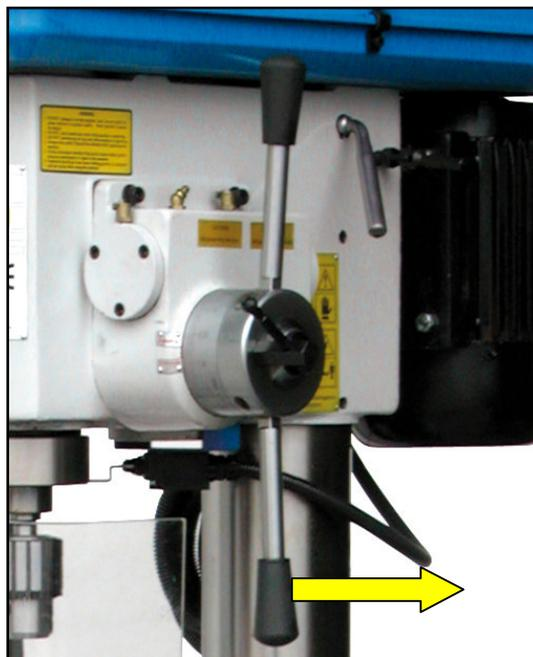

Figura 35 – Funzionamento "in automatico"
12. Tirare verso l'esterno il volantino di avanzamento del mandrino (come in figura 35) per dare inizio al ciclo di lavoro "automatico".